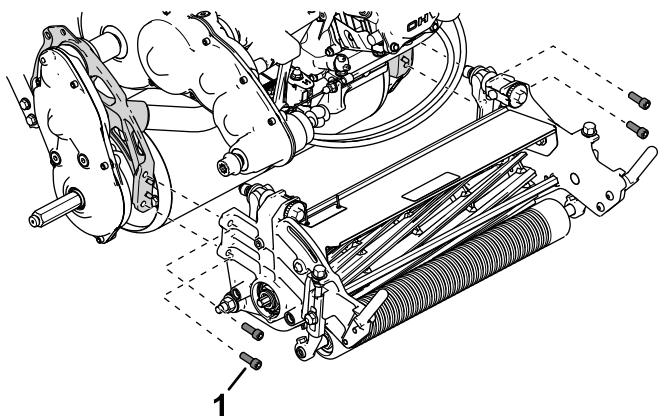

Figure 50
4. Retirez les vis à tête creuse qui fixent l'unité de coupe au cadre (Figure 50).